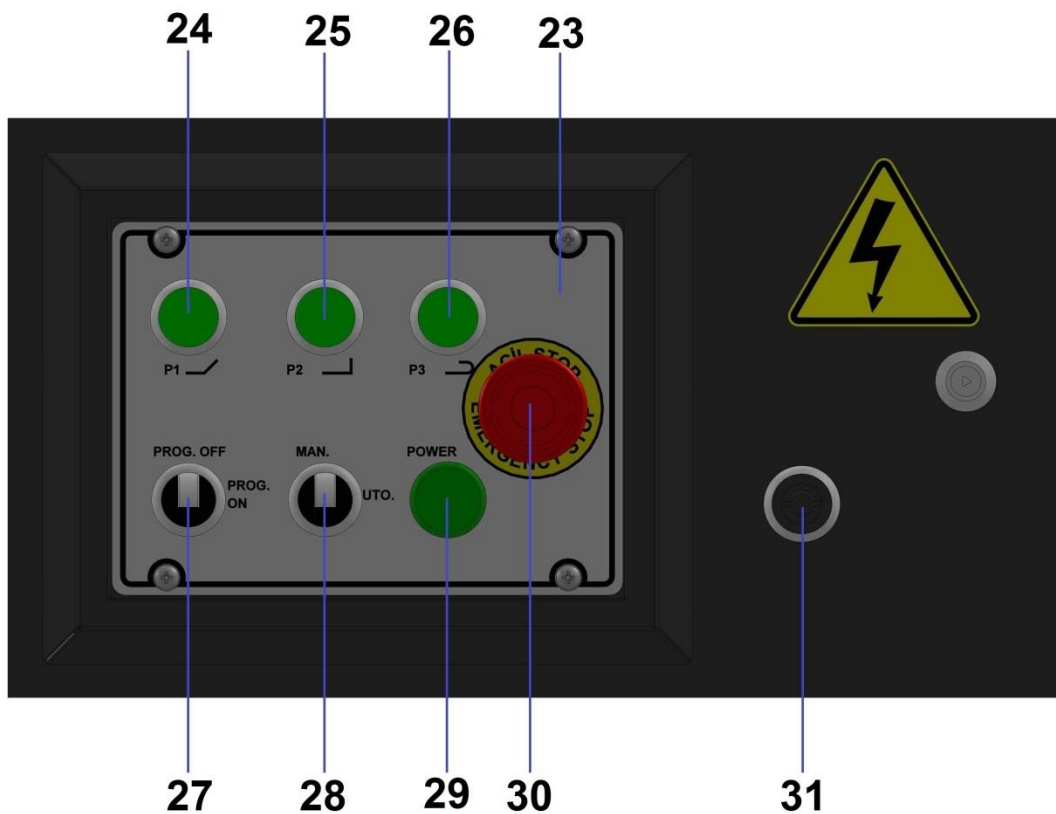

Figure 5: Boutons de commande de la machine manuelle 220V
- Sélectionnez la forme de cintrage à l'aide des boutons sur le panneau de commande. (Figure 5 N° 24, 25, 26)
- Ajustez la vitesse de la machine à l'aide du potentiomètre (Figure 5 N° 31). Lorsque la vitesse de la machine diminue, la vitesse de rotation du disque de cintrage réduit et la puissance de la machine (capacité de cintrage) augmente. Lorsque la vitesse est augmentée, la vitesse de rotation du disque de cintrage augmente et la puissance de la machine (capacité de cintrage) diminue.
- Pour les cintrages d'étriers, placez le bouton Prog. ON-OFF (Figure 5 N° 27) en position "ON" et un maximum de 9 cintrages différents peut être ajusté à la fois, et le cintrage peut être effectué dans l'ordre réglé.
- Une fois l'ajustement terminé, placez le bouton MAN-AUTO (Figure 5 N° 28) en position AUTO et commencez le cintrage en série.
En cas d'urgence, la machine peut être arrêtée en appuyant sur le bouton 'arrêt d'urgence' du panneau de commande (Figure 5 N° 30). Lorsque vous recommencez à cintrer, la machine redémarrera depuis le dernier programme ajusté.
En cas d'urgence, la machine peut être arrêtée en appuyant sur le bouton **arrêt d'urgence** sur le panneau de commande (Figure 5 N° 30). Lorsque vous recommencez à cintrer, la machine redémarrera depuis le dernier programme ajusté.
- Ajustez la vitesse de la machine à l'aide du **Potentiomètre** (Figure 5 No. 31). Lorsque la vitesse de la machine est réduite, la vitesse de rotation du disque de cintrage diminue et la puissance de la machine (capacité de cintrage) augmente. Lorsque la vitesse est augmentée, la vitesse de rotation du disque de cintrage augmente et la puissance de la machine (capacité de cintrage) diminue.